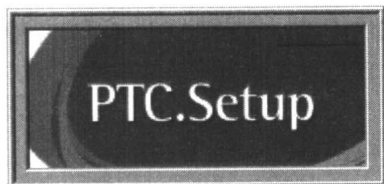

图 1.1 安装启动界面
(1) 运行光盘上的 setup.exe 文件，屏幕上将出现如图 1.1 所示的安装启动界面，这时安装程序在自动检测计算机的配置情况。